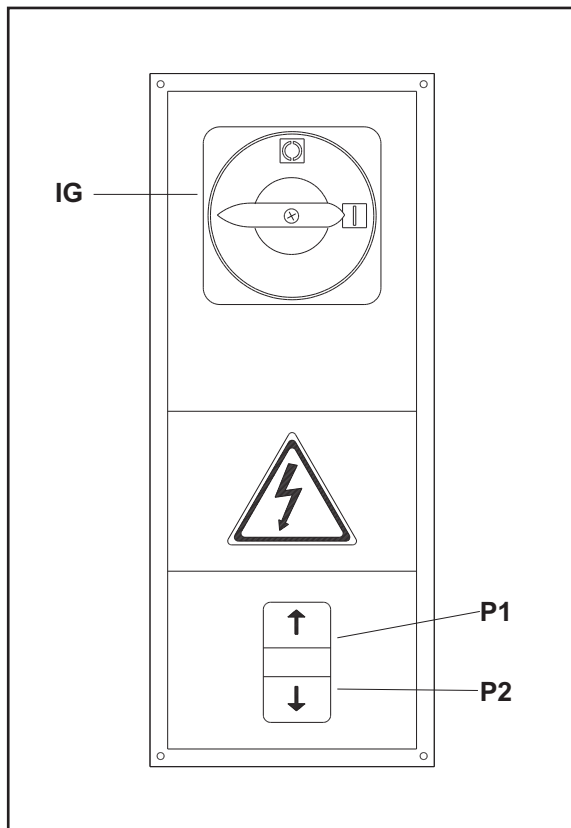

Fig.19 Abb.19
- Close the electric panel, set the master switch (ref "IG" in fig. 19) to position 1, then press the LIFT button (ref.P1 in Fig.19); if the carriages descend, invert 2 of the power lines .
- 3) Refermer la porte du coffret électrique, tourner l'interrupteur (IG, fig. 19) sur la position 1 et actionner le poussoir de montée (rep. P1, fig. 19). En cas de descente des chariots, inverser deux des fils de l'alimentation électrique.
- 3) Die Schalttafelabdeckung schliessen, den Hauptschalter (IG, Abb.19) auf 1 stellen, die Aufstiegstaste (Ref. P1, Abb. 19) drücken. Falls die beiden Schlitzen absteigen sollten, sind die beiden Speisephasen umzukehren.
- 3) Cerrar la puertecita del cuadro eléctrico, poner el interruptor general (IG, Fig. 19) en la posición 1, pulsar el botón de subida (ref. P1, Fig. 19) y, en caso de que los carros bajasen, invertir las 2 fases de alimentación.
QUADRO COMANDI FIG.19
CONTROL BOX FIG.19
COFFRET DE COMMANDE FIG. 19
STEUERTAFEL ABB.19
CUADRO DE MANDOS FIG.19